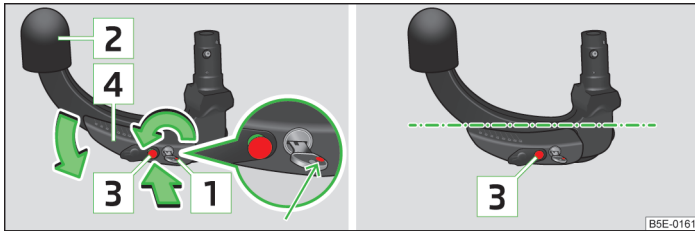

Fig. 143 Reglarea poziției de disponibilitate / poziția de disponibilitate
- Rotiți cheia **1**, în așa fel încât să fie vizibil marcajul de culoare roșie » fig. 143.